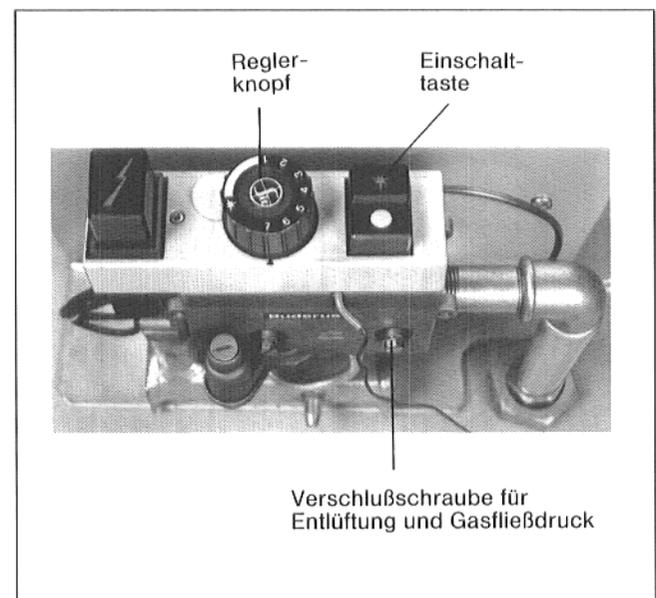

Abb. 2: Armatur SIT-Minisit-Plus
- Verschlußschraube des Prüfnippels (Abb. 2) lösen.
- Reglerknopf auf \odot stellen (Abb. 2).
- Reglerknopf auf einen mittleren Wert einstellen (Abb. 2).